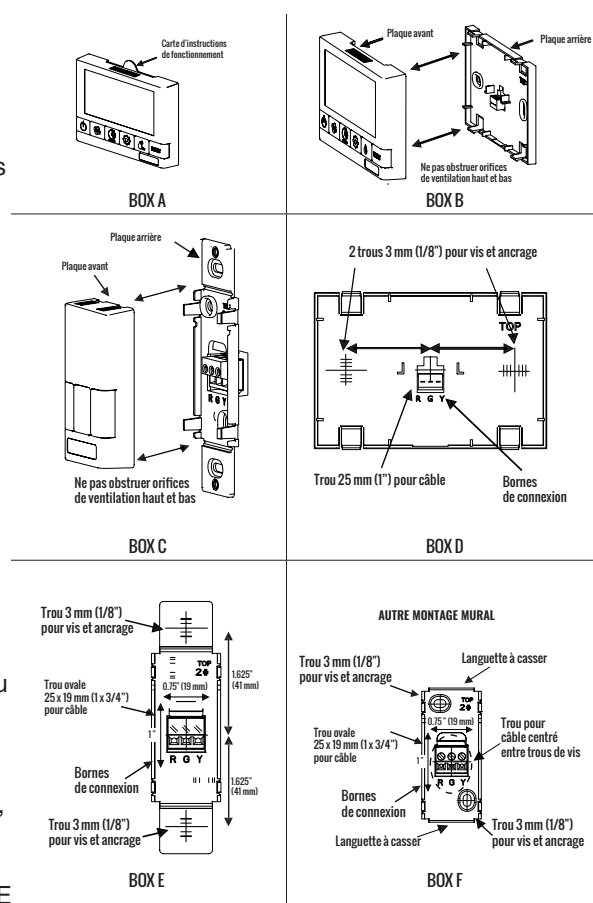

Figure 26 - Installation de le commandes murale
- Pour la commande GDXPL03 Deluxe, retirez la carte d'instructions du dessus de la commande (fig. 26, case A).
- Séparez la plaque avant de la plaque arrière en la tirant fermement (fig. 26, cases B ou C). Veillez à ne pas endommager les broches de contact de la plaque avant.
- Pour la commande GDXPL03 Deluxe, placez la plaque arrière de la commande à l'endroit voulu sur le mur et marquez au crayon les trous de vis à droite et à gauche (fig. 26, case D).
- Pour les commandes de base GBC02, GBC03 ou GBC04, placez la plaque arrière de la commande à l'endroit voulu sur le mur et marquez au crayon les trous de vis en haut et en bas (fig. 26, cases E ou F). Pour monter la commande sans plaque décorative, cassez les languettes supérieures et inférieures et reportez-vous à la fig. 26, case F, pour le montage.
- Retirez la plaque arrière du mur et marquez le trou central pour les fils entre les trous de vis (fig. 26, cases D, E ou F pour les dimensions).
- Percez 2 trous de 3 mm (1/8 po) pour les vis et les ancrages muraux (fig. 26, cases D, E ou F). Pour la GDXPL03 Deluxe, percez un trou de 25 mm (1 po) au centre (fig. 26, case D). Pour les GBC02, GBC03 et GBC04, percez un trou ovale de 19 x 25 mm (3/4 x 1 po) au centre (fig. 26, cases E ou F).
- Connectez le rouge, le vert et le jaune aux bornes de la plaque arrière (fig. 26, cases D, E ou F).
- Fixez la plaque frontale à la plaque arrière (fig. 26, cases B ou C). REMARQUE : veillez à aligner correctement la plaque frontale pour éviter d'endommager les broches de contact de la plaque frontale.
- Pour la GDXPL03 Deluxe, remplacez la carte d'instructions dans la commande (fig. 26, case A).